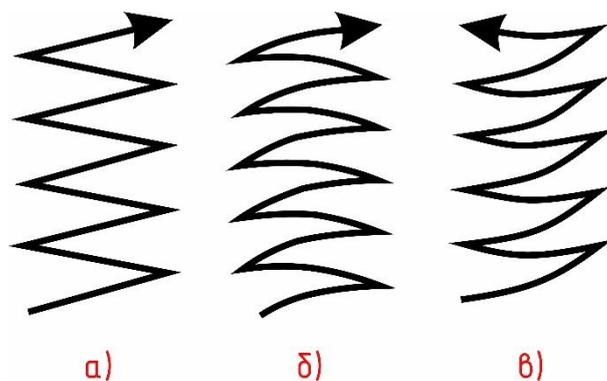

Рис. 7 – Варианты колебательных движений торца электрода
2. *Использованием колебательных движений торца электрода* (см Рис. 7). Колебательные движения позволяют получить гораздо более широкие валики, чем при обычном перемещении электрода. Однако стоит помнить, что применение колебательных движений приводит к более тщательному перемешиванию наплавленного и основного металла. При выполнении наплавки поверхности с особыми свойствами этого стоит избегать. Степень перекрытия сварных швов в этом случае контролируется амплитудой и равномерностью колебательных движений.